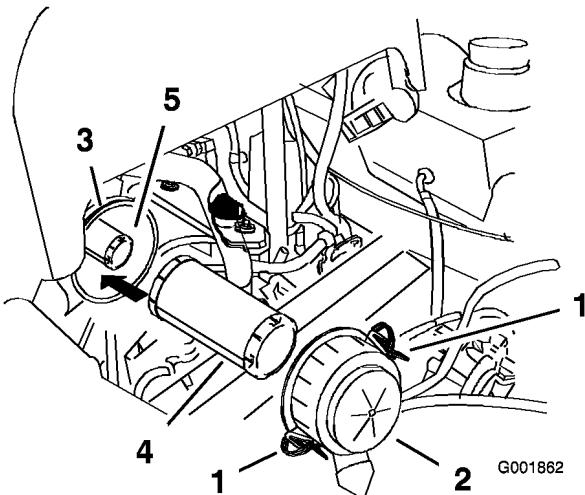

Figura 40
4. Rilasciate i dispositivi di fermo del filtro dell'aria e togliete il coperchio dal corpo del filtro (Figura 40).
6. Estraete con cautela il filtro primario dal corpo del filtro dell'aria (Figura 40). Non urtate il filtro contro il corpo.
1. Non pulite il filtro di carta. Sostituitelo ogni 200 ore di servizio (Figura 40).
2. Se sostituite il filtro di sicurezza, inseritelo con cautela nel corpo del filtro (Figura 40).
3. Montate con cautela il filtro primario sul filtro di sicurezza (Figura 40). Verificate che sia stato
4. Montate il coperchio del filtro dell'aria con il lato contrassegnato UP (alto) rivolto in alto, quindi fissate i dispositivi di chiusura (Figura 40).